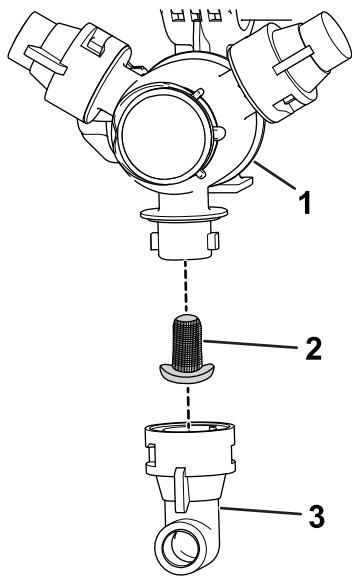

Figura 16
2. Rimuovete l'ugello dalla torretta di irrorazione (Figura 16).
3. Rimuovete il filtro dell'ugello (Figura 16).
5. Montate il filtro dell'ugello (Figura 16).
6. Montate l'ugello sulla torretta di irrorazione (Figura 16).